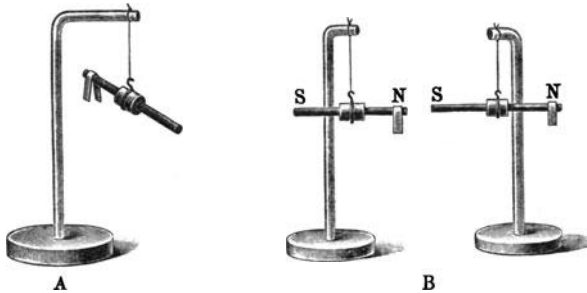

Fig. 143. Verhalten frei aufgehängter Magnete.
2. Wir benutzen die zu den ersten elektrischen Versuchen gebrauchten Glasstative und hängen an einem von ihnen einen Magnetstab bei seiner Mitte drehbar auf. Selbstverständlich kann die Aufhängung auch sonst an irgend einem Gegenstande erfolgen, wenn er nur nicht aus Eisen ist. Fig. 143 A zeigt, wie man dabei den Stab durch einen Kork steckt und diesen wiederum mit einer Drahtschlinge an dem Faden befestigt. Der Magnet dreht sich einigemal taumelnd herum, dann aber beginnt er in immer kleineren Bogen hin und her zu schwingen, als suche er eine bestimmte Richtung. Schließlich nimmt er eine bestimmte Lage ein und kehrt immer wieder in diese zurück, so oft man ihn auch herausbringt, und bald finden wir ein Gesetz heraus, denn wir bemerken, daß es stets die Richtung von Nord nach Süd ist. Wir notieren uns den zweiten Satz: Ein frei aufgehängter Magnet stellt sich von Nord nach Süd.
was mit Hilfe der Glasstative sehr leicht geschieht. Sofort ändern sie ihr Benehmen. Sie verlassen die alte Richtung mehr und mehr und kehren sich einander zu, wobei sie das Bestreben zeigen, in eine Linie aufzumarschieren (Fig. 143 B). Aber es ist kein Zufall, daß sich dabei der Nordpol des einen Stabes dem Südpol des anderen zuwendet, denn so oft man auch durch Anstoß die Stäbe zur Umdrehung zwingt, immer stellt sich nach einiger Zeit das alte Verhältnis wieder her. Wir nehmen nun den einen Stab ab und halten ihn nacheinander mit seinem Nordpol gegen den Nordpol, mit seinem Südpol gegen den Südpol des schwingenden Magneten. In beiden Fällen erfolgt eine Abstoßung.